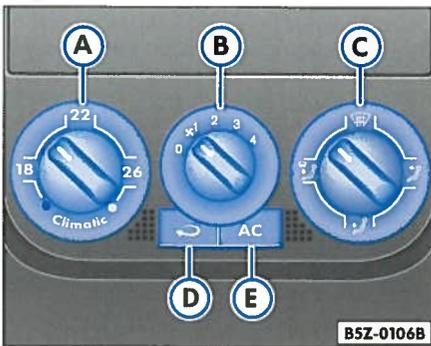

Abb. 80 Detail an der Schalttafel: Climaticsteuerungen
- Mit den Reglern \Rightarrow Abb. 80 **A** und **C** und mit dem Schalter **B** stellen Sie die Temperatur, die Luftverteilung und die Gebläsestufe ein.
- Klimaanlage durch Betätigung der Taste  ⇒ Seite 101, **Abb. 80** ausschalten. Das Anzeigelicht am Bildschirm geht aus.
- Drehen Sie den Temperaturregler ⇒ Seite 101, **Abb. 80**  nach rechts, bis die gewünschte Heizleistung erreicht ist.
- Schalten Sie die Kühlanlage mit der Taste ⇒ Seite 101, **Abb. 80**  ein (die Lampe in der Taste leuchtet).
- Ist der Regler ⇒ Seite 101, **Abb. 80**  in der Stellung  (zum Oberkörper) muss mindestens ein Ausströmer geöffnet sein, da ansonsten die Kühlanlage vereisen kann. ◀
Im Umluftbetrieb ⇒ Seite 101, **Abb. 80**  wird verhindert, dass starke Umweltgerüche in das Fahrzeuginnere gelangen können, die beispielsweise beim Durchfahren eines Tunnels oder in einem Stau auftreten.